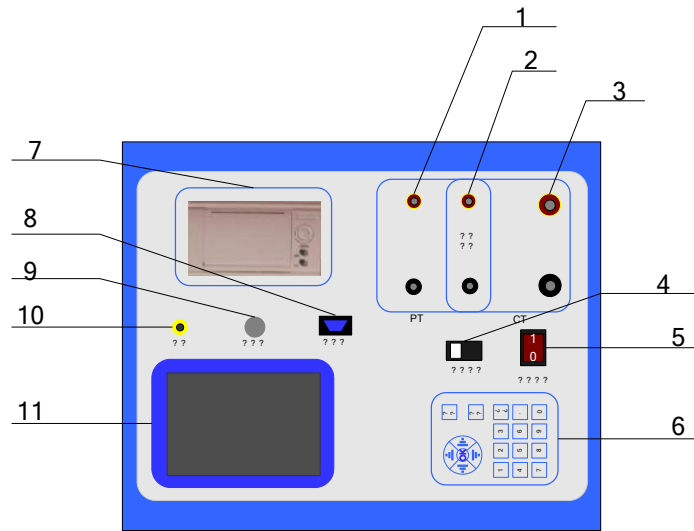

图1 仪器面板图
**注意：**极性的结果是指图 1 中 1 号接线柱和 3 号接线柱的极性对应关系。